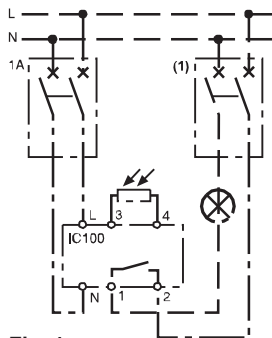

Fig. 1
- vermögen ≤ 16 A, $\text{Cos } \varphi = 1$ (Fig. 1).